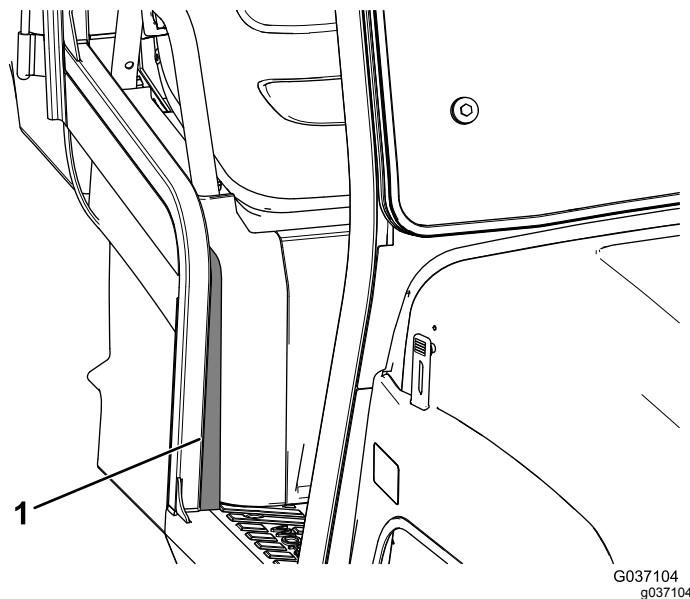

Figura 16
12. Retire a proteção do adesivo do vedante de espuma e fixe o vedante no lado direito da máquina (Figura 16).